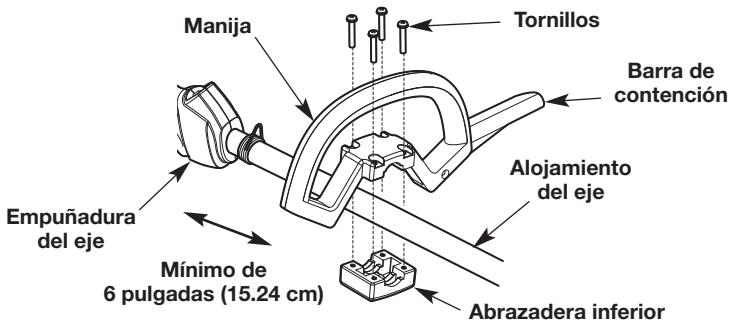

Fig. 3
- Use un destornillador mediano de cabeza plana o un destornillador T-25 Torx para extraer los cuatro (4) tornillos y la abrazadera inferior de la manija.
- Inserte los cuatro (4) tornillos a través de la manija y en la abrazadera inferior.
- Mientras sujetla la unidad en la posición de funcionamiento (Fig. 13), desplace la manija hasta la ubicación que le ofrece el mejor agarre. Ubíquela como mínimo a 6 pulgadas (15.24 cm) del extremo de la empuñadura del eje (Fig. 3).